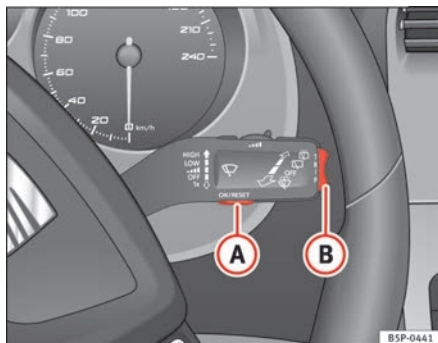
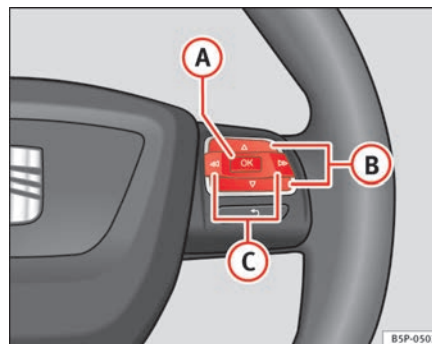

Abb. 43 Scheibenwischerhebel: Taste A zum Bestätigen von Menüpunkten und Wippe B zum Wechseln der Menüs
Abb. 44 Bedienelemente am Lenkrad: Taste A zum Bestätigen der Menüpunkte und Tasten B zum Wechseln der Menüs
- Zum Aufrufen des Menüs „Einstellungen“ drücken Sie die Taste **C** ⇒ Seite 66, Abb. 44, bis die entsprechende Anzeige am Display erfolgt. Nun befinden Sie sich in diesem Menü.
- Zum Umschalten zwischen den Speichern drücken Sie bei eingeschalteter Zündung kurz die Taste **A** ⇒ Seite 66, Abb. 43 ⇒ Seite 66 am Scheibenwischerhebel oder die Taste **OK** am Multifunktionslenkrad ⇒ Seite 66, Abb. 44 ⇒ Seite 66. ▶
In der Multifunktionsanzeige können Sie durch Betätigen der Wippe **B** ⇒ Seite 66, Abb. 43 ⇒ Seite 66 am Scheibenwischerhebel oder durch Drücken der Taste **△** bzw. **▽** ⇒ Seite 66, Abb. 44 am Multifunktionslenkrad\* die folgenden Daten abfragen.